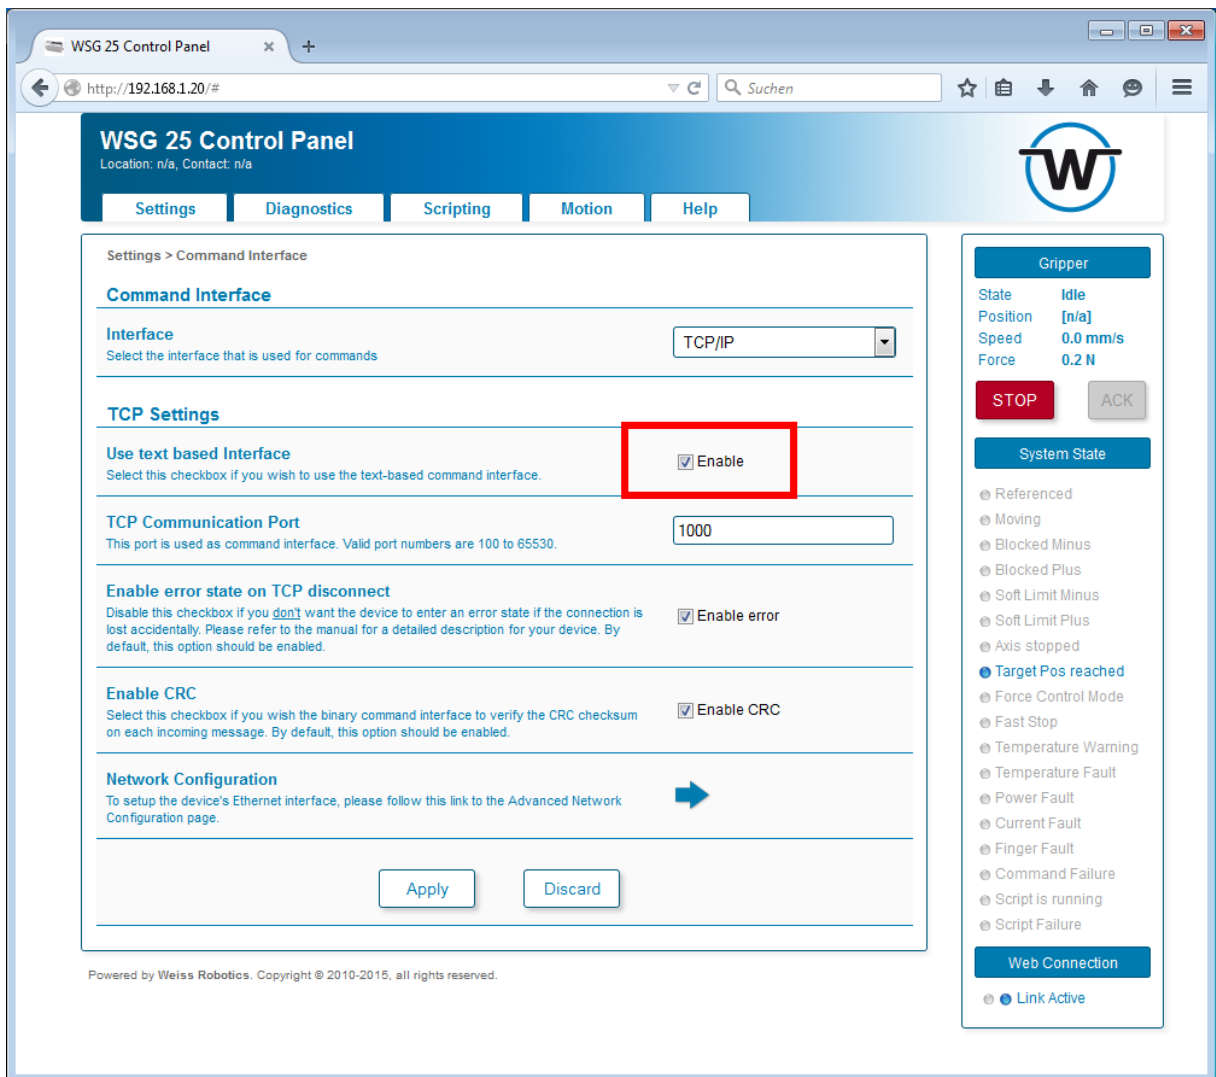

Abbildung 1: Aktivieren von GCL auf der Web-Oberfläche
**Schließlich muss noch die Einstellung „Use text based interface“ aktiviert werden (siehe Abbildung 1).** Bestätigen Sie die Einstellungen abschließend mit dem Button „Apply“.